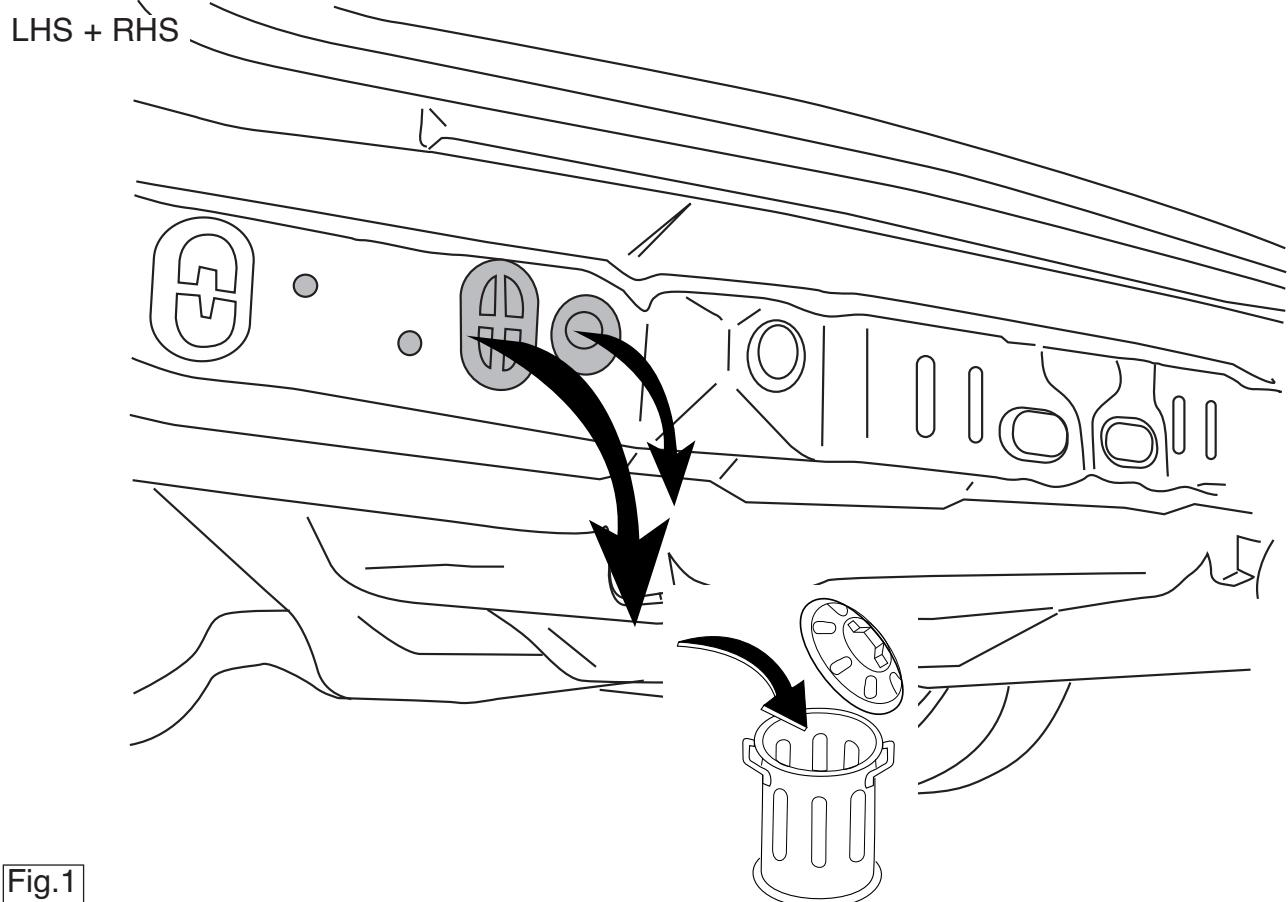
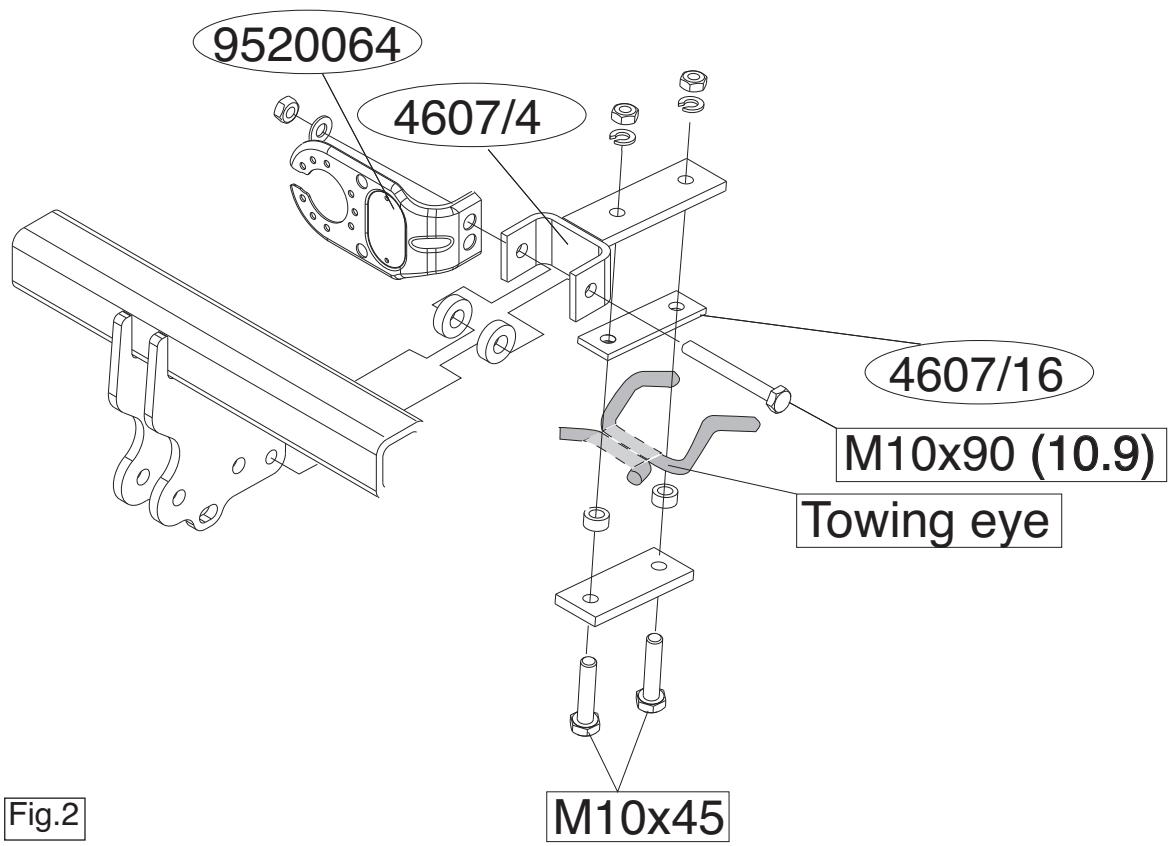

Fig.1
Fig.2
5. Rimuovere i tappi in gomma dai punti indicati (vedi fig. 1).
- scudo termico (SX).
7. Estrarre il silenziatore più esterno dal sostegno (DX).
12. Posizionare il pannello laterale (SX) / (DX) in corrispondenza dei punti B i C.
13. Fissare il centro della traversa all'anello di traino, completa di piastra di contatto (fig. 2)
5. W oznaczonych miejscach usunąć gumowe nakładki (patrz rys. 1).
6. Zdemontować ostatni tłumik rury wydechowej i poluzować płytę termiczną (L).
7. Wysunąć z zawieszenia ostatni tłumik rury wydechowej (P).
12. Umieścić płytę boczną (L) / (P) w punktach B i C.